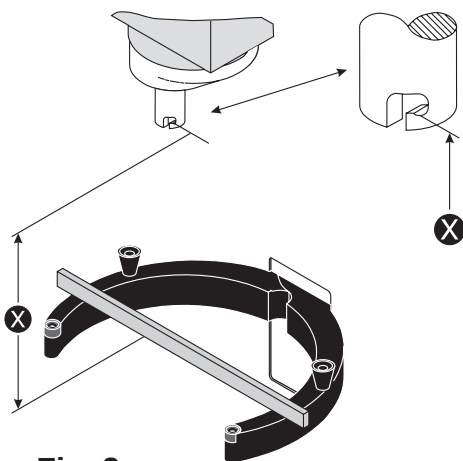

Fig. 2a
Afstanden (X) måles fra undersiden af bajonethullet til den flade på kedelbøjlerne, som kedlen hviler på (fig. 2a). Kedelbøjlerne skal være hævet til normal arbejdsposition.